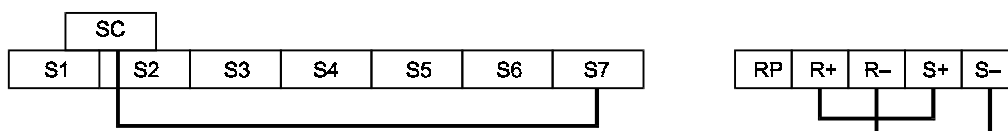

Abb. 6.47 Details der Kommunikationsklemmen
3. Bei ausgeschalteter Spannungsversorgung die Verdrahtung gemäß Abb. 6.47 vornehmen.